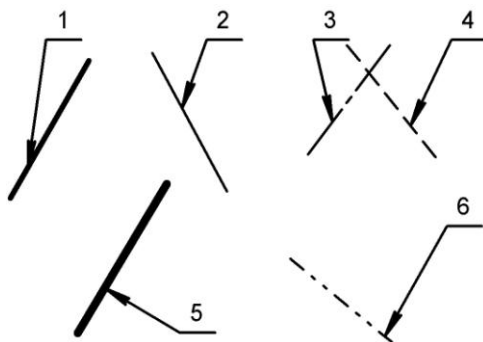

Рис. 1. Наложение параметрических связей и ограничений
1. Откройте новый **Фрагмент** и начертите несколько произвольных отрезков с разными стилями (например, как на рис. 1).